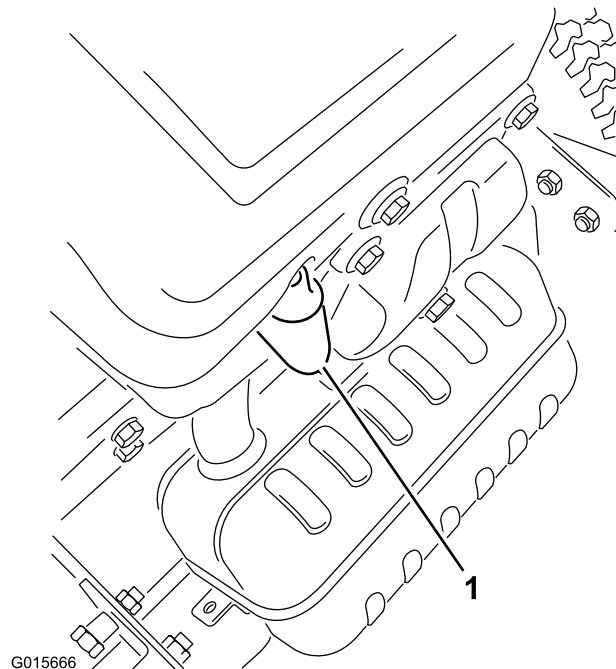

Figura 22
4. Desconecte el cable de la bujía (Figura 22).